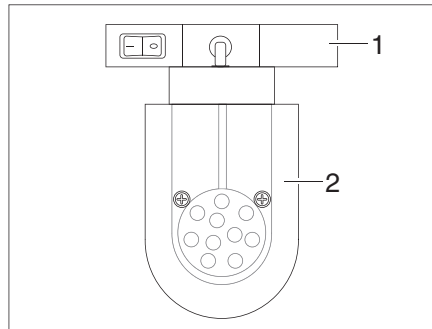

Bild 148 LED-Spotleuchte (Beispiel)
- Halterung (Bild 148,1) fassen und um 90° drehen.
- LED-Spotleuchte (Bild 148,2) aus Schienensystem entnehmen.
- LED-Spotleuchte (Bild 148,2) an gewünschter Position in das Schienensystem einsetzen und um 90° drehen.